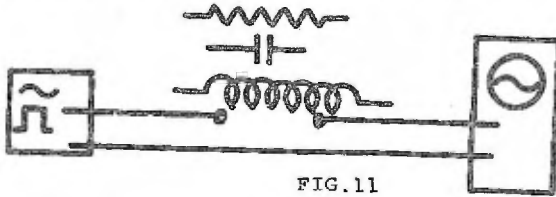

FIG.11
1.- Se prepara un circuito para la experiencia (Fig. 11)